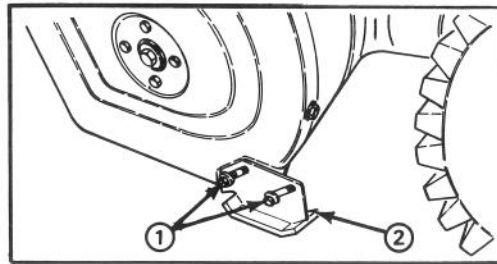

Abbildung 18
EINSTELLEN DER GLEITKUFEN (Abb. 18)
2. Die Flanschbolzen (4), die die beiden Gleitkufen mit den Schneckenseitenplatten verbinden lockern (Abb. 18).